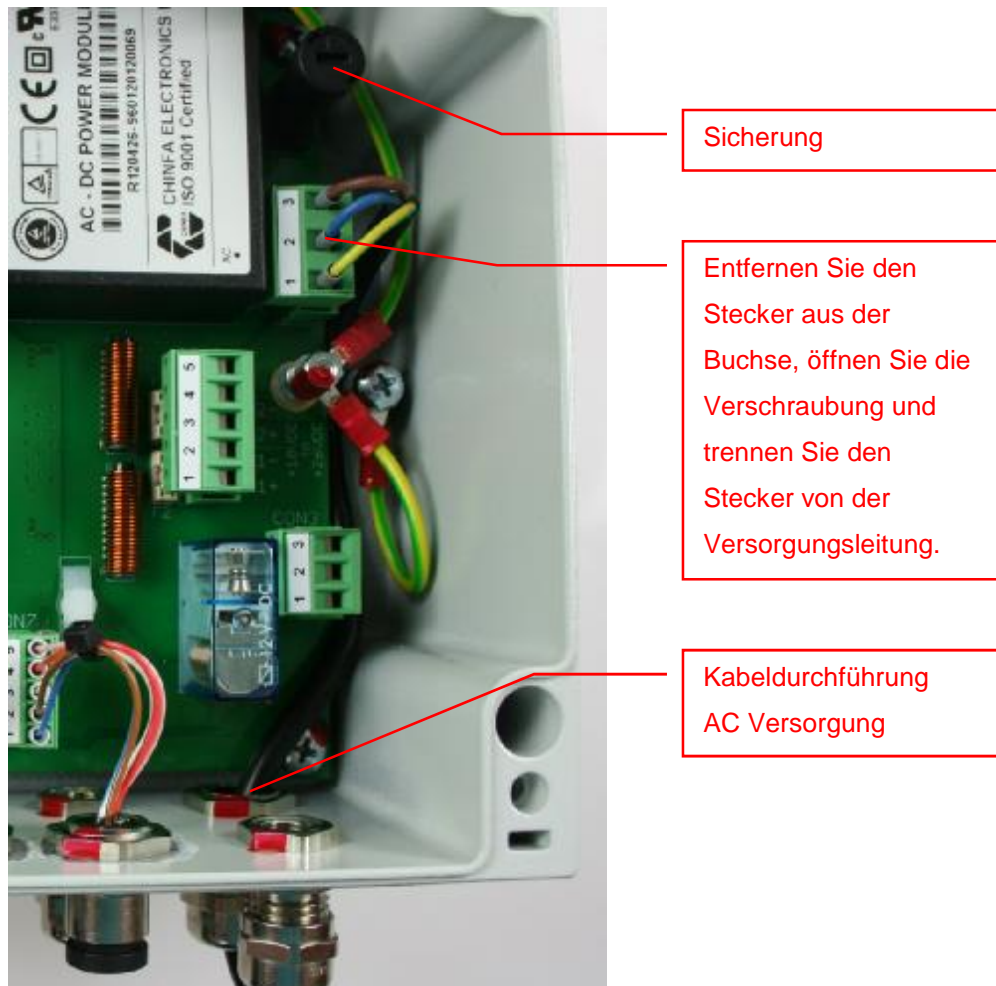

Abbildung 5: Anschlussstecker für Wechselstromversorgung
4. In Abbildung 5 ist die Position des 230 VAC Anschlusssteckers auf der Platine gekennzeichnet. Diesen Stecker von der Versorgungsleitung trennen.
7. Die Versorgungsleitung mit dem markierten Stecker aus Abbildung 5 verbinden. Die folgende Tabelle beschreibt die Kontaktbelegung.